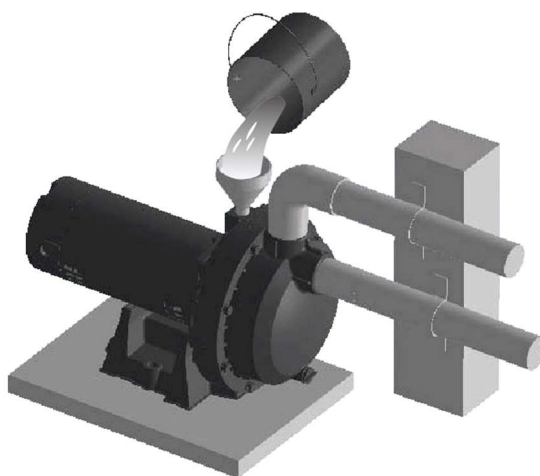

Figure 5: Remplir la pompe avant de commencer
3. Remplir d'eau la pompe et le tuyau d'aspiration (Fig.5).